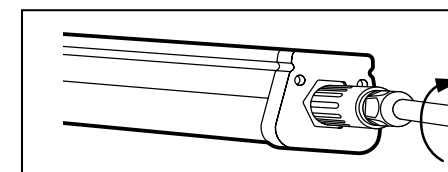

Рис. 4
- 5.11 Соедините быстросъемный разъем и надежно закрутите его, чтобы добиться герметичности (рис. 4).